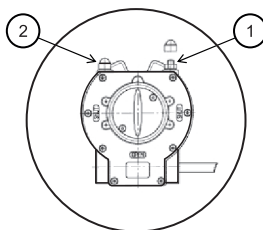

Рис.1 Кран с установленным редуктором
- 1.3 Установите редуктор в положение «открыто»- указатель положения редуктора должен указывать на положение OPEN (открыто) см. рис. 1.
- 1.10.1 Снять защитный колпачок с контр-гайки упора-ограничителя. Открыть упор-ограничитель 1 и 2 (см. рис.1).